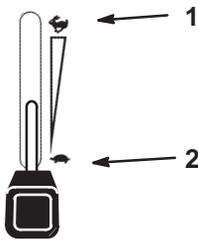

Figure 16
- Débrayez la PdF (Fig. 16).
- Réglez la manette d'accélérateur à mi-course entre les positions de ralenti et de régime maximum (Fig. 16).